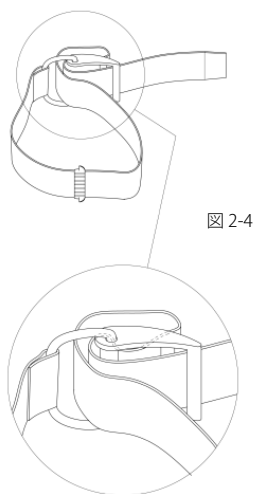
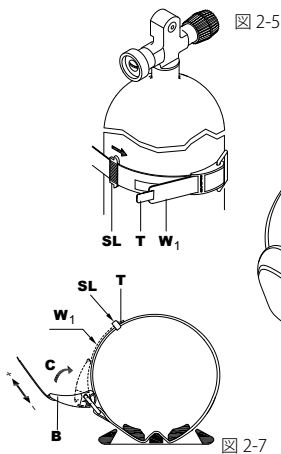
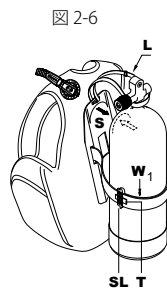
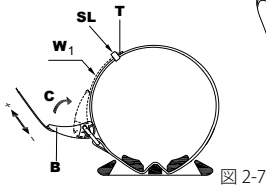

図 2-4
図 2-5
図 2-6
図 2-7
- 1) バックルを開いた状態にしてください。(図 2-4)に示されるように、プラスチックバックルの周りにストラップをスライドさせてください。タンクの位置決め固定をする前にストラップを水で濡らし、長さを調節してください(図 2-7)。
- 2) BCのバックプレートが固いタイプの場合、タンクショルダーにバックプレート(S)の位置を決め、その状態からストラップを締めてください(図 2-5 および 2-7)。固いバックプレートのBCでは、タンクローケータストラップ(L)(図 2-6)をタンクバルブネックに巻き、ストラップで締め付けしている間にBCが滑り落ちるのを防ぎます。一度正しく調節されれば、BCのタンクへの正しいポジションを簡単に繰り返し再設定することができます。
- 3) バックルを締めてください(C)(図 2-7)。ストラップがきつ過ぎたり緩過ぎたりする場合は、ベルクロとバックルを開きクイックリリースベルト(W1)のストラップの長さを再調節してください(図 2-5)。より安全のため、ループ(SL)(図 2-5)をストラップエンド(T)までスライドさせてください。固いタイプのバックプレートをもつBCでは、BCに固定されたタンクのおかげで、バックプレートに統合されたハンドルを使ってユニット全体をもちあげることができます。ユニットを振ってタンクが適切に締め付けられているか確認してください。